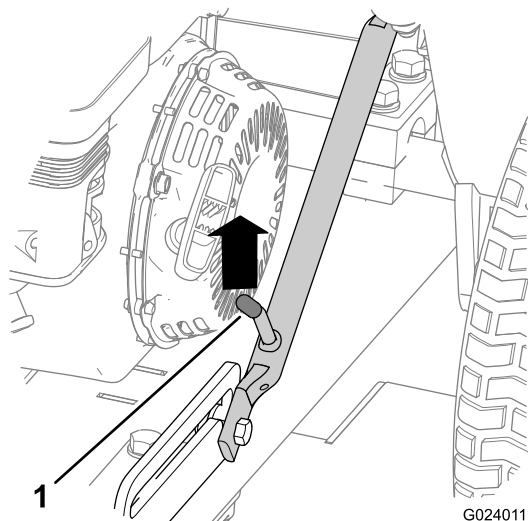
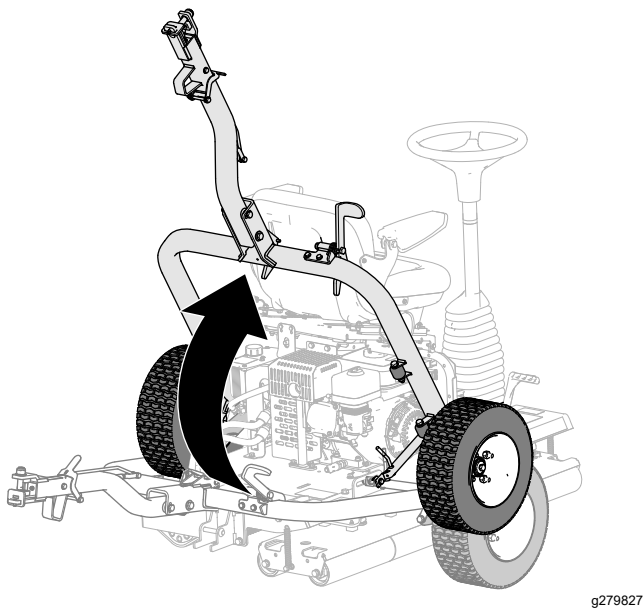

图 18
图 23
1. 向上推动挂钩组件直至门锁杆从滑块锁销中松开 图 18。
5. 提起挂钩 (图 23)、直到门锁杆锁入滑块锁销 (图 18)。